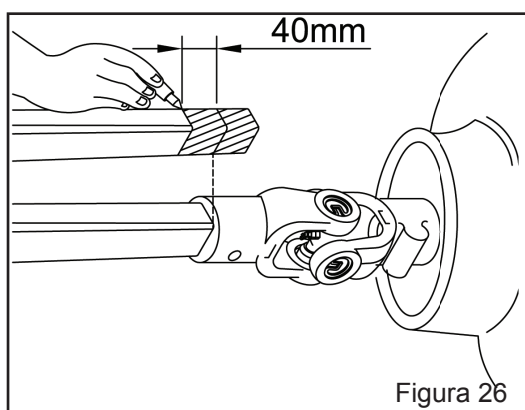
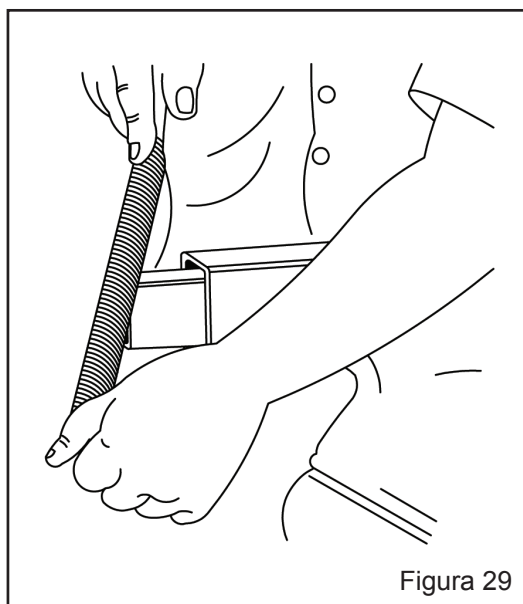

Figura 26
Figura 29
- f) Efetue o corte nos pontos marcados conforme orientação (Figura 26 a 28), após o corte dê o acabamento nas partes com lima e lubrifique com uma camada fina de graxa. (Figura 29). Efetue o corte necessário no tubo da capa de proteção. Monte novamente a capa de proteção no cardan.